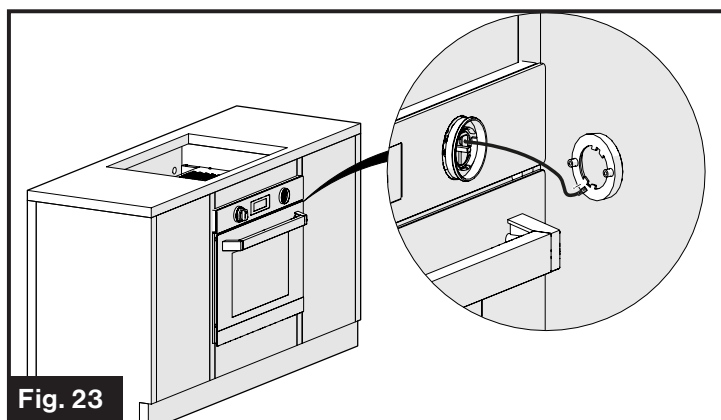

Fig. 23
- Retirez le module DEL, puis débranchez le câble du socle du module DEL. (Fig. 23)